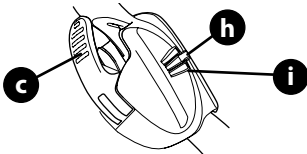

Figura 5
**IMPORTANTE:** Al trabar la palanca de liberación de la manija EZ-fold (c) asegúrese de que el indicador de posición (h) quede alineado con una de las tres posiciones de la manija (i) (Figura 5).